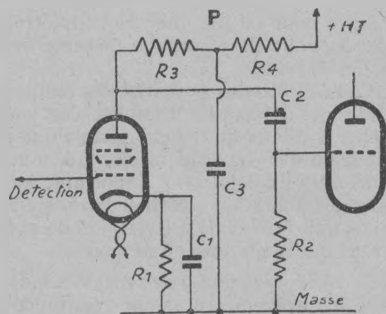

Fig. 8. — Circuits anode et cathode.
c) Les symptômes sont les mêmes dans la lampe précédente, mais d'autres observations viennent s'y ajouter. Par exemple, examinons la figure 8, qui représente une pentode en première basse fréquence : il est bien évident qu'une double diode-triode, ou pentode, se comporte de la même manière, les circuits étant inchangés.